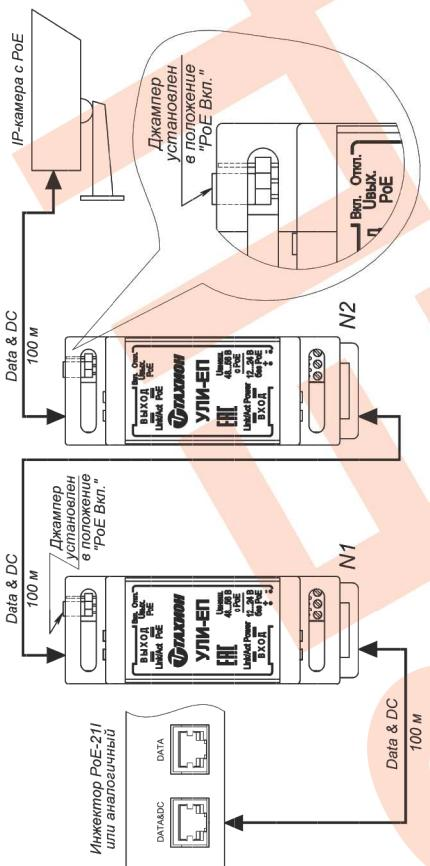

Рис.3 Пример удлинения сегмента сети Ethernet с питанием PoE при работе УЛИ-ЕП в режиме удлинителя.
- Соедините 4-х парным кабелем UTP категории не хуже 5е разъем RJ45 «Выход» удлинителя УЛИ-ЕП с разъемом «РоЕ» питаемого устройства или с разъемом RJ45 «Вход» последующего УЛИ-ЕП в цепочке удлинителей (см. рис.3).
- Возможно увеличение расстояния линии связи для передачи данных по сети Ethernet и питания по технологии PoE до 300 или 400 метров при подключении 2 или 3 изделий, соответственно (см. рис.3).